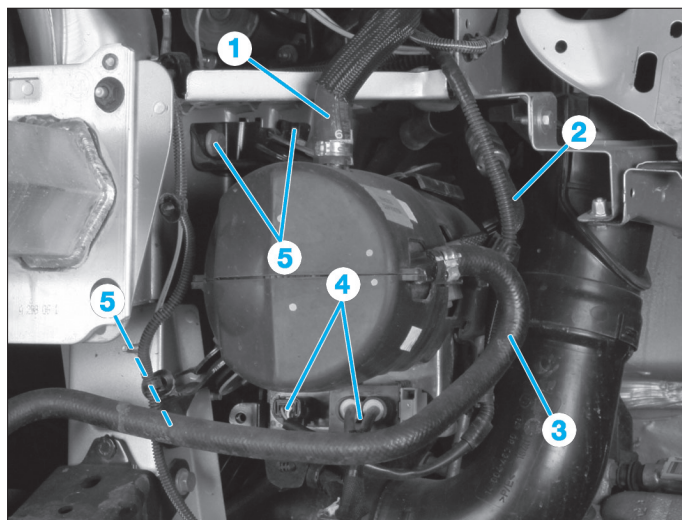

Fig. 17
- la canalisation d'alimentation (1) d'huile du groupe électropompe d'assistance de direction (Fig.17).
- à l'aide d'une clé torx T40, la canalisation haute pression (2).
- la canalisation basse pression du circuit de direction assistée (3).
- Débrancher les différents connecteurs (4).
- Déposer les vis de fixation (5) du groupe électropompe.